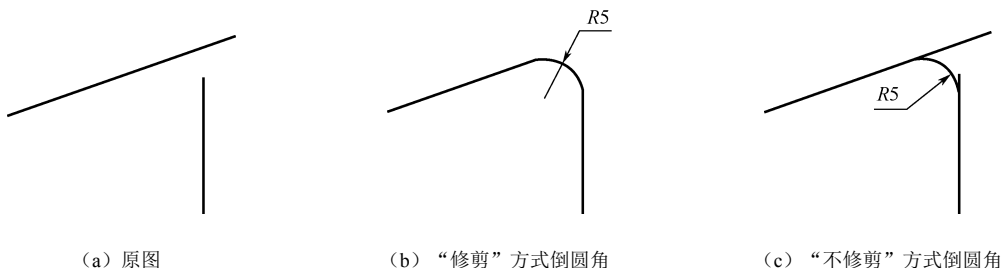

图 2-52 倒圆角
(1) “修剪”方式倒圆角。采用该方式倒圆角时,除了在两对象之间增加圆弧外,原对象还将自动修剪或延伸,如图2-52(b)所示。本任务操作实例中R2圆弧的绘制便采用了此法。
(2) “不修剪”方式倒圆角。采用该方式倒圆角时,仅在两对象之间增加圆弧,原对象将保持不变,如图2-52(c)所示。